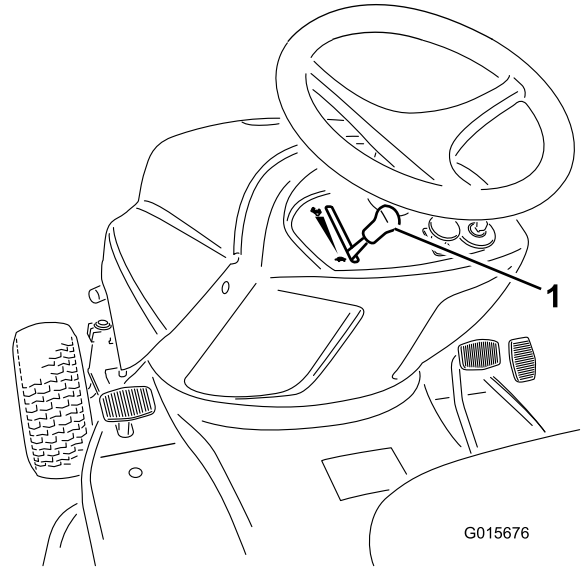

Bild 10
6. Stellen Sie den Gasbedienungshebel beim Anlassen eines kalten Motors auf Choke (ganz nach oben) (**Bild 10**).
7. Stellen Sie den Gasbedienungshebel auf Langsam (Schildkröte) (**Bild 10**).
1. Stellen Sie den Gasbedienungshebel auf Langsam (Schildkröte) (Bild 10).